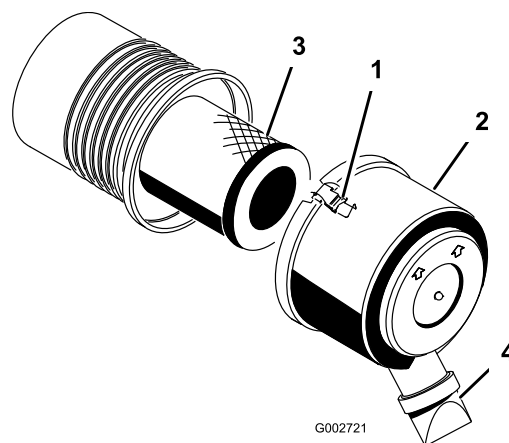

Figura 27
1. Liberte os trincos que fixam a cobertura do filtro de ar ao respectivo corpo (Figura 27).